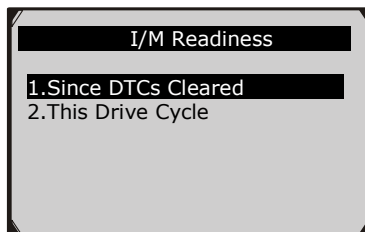

Figura 5.21
- 3) Si el vehículo es compatible con los dos tipos de pruebas, entonces se le aparecen los dos tipos en la pantalla de selección. (Figura 5.21)